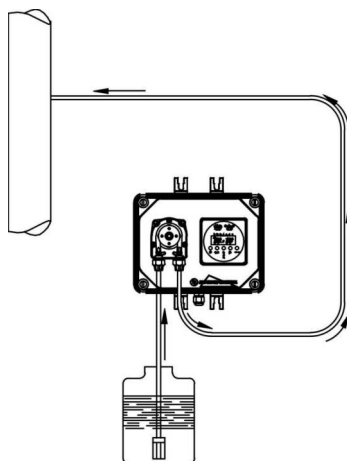

fig. 3
- c. - Placer la pompe comme la fig. 3 en tenant compte du fait qu'elle peut être fixée tant en dessous qu'au-dessus du niveau du liquide à doser dans la limite maximum de 2 mètres. Le point d'injection doit toujours être situé plus haut que le liquide à injecter. Pour des liquides qui dégagent des vapeurs agressives, ne pas installer la pompe au-dessus du réservoir sauf si ce réservoir est hermétiquement fermé.